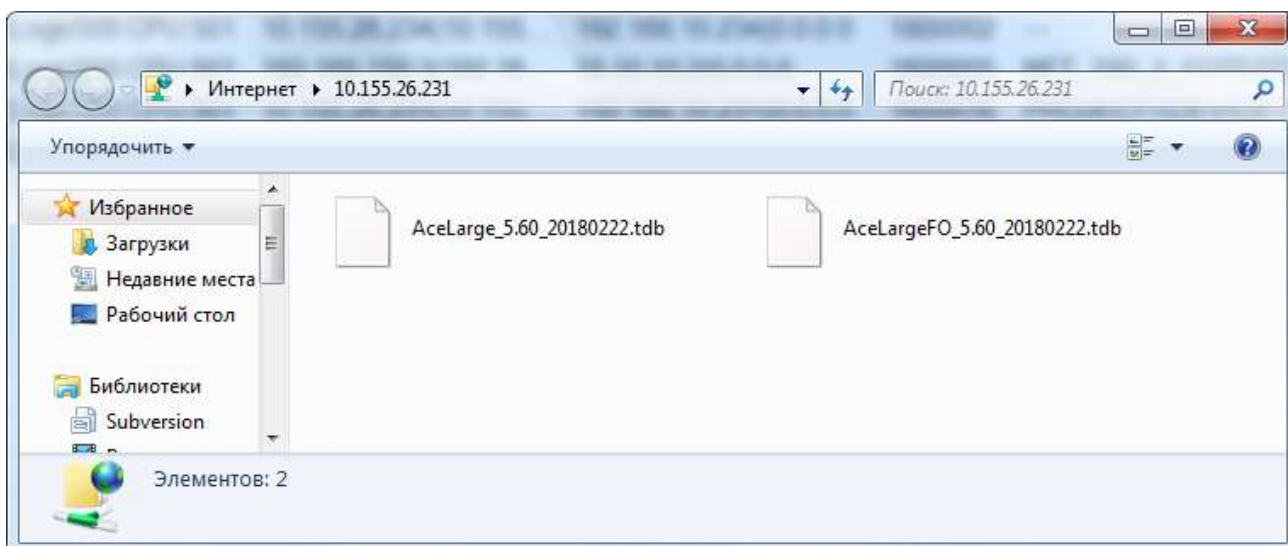

Рисунок 10 – Окно проводника в режиме доступа по FTP к модулю CPU
5) При необходимости скопировать из модуля CPU актуальные tdb-файлы или записать в модуль настроечные файлы следует выбрать в таблице строку с модулем и нажать кнопку «Доступ по FTP». В открывшемся окне проводника можно найти актуальные tdb-файлы для данного модуля CPU, в него же можно скопировать настроечные файлы (см. Рисунок 10).